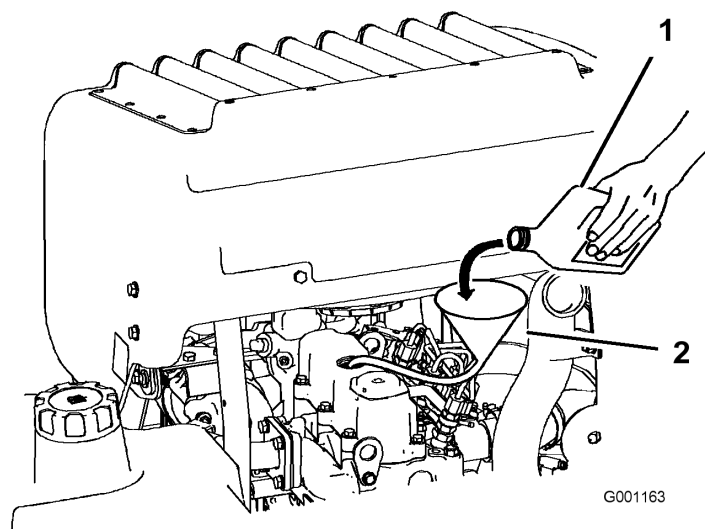

Figura 38
3. Para añadir aceite al motor, localice y utilice un tubo y un embudo para añadir el aceite (Figura 38).